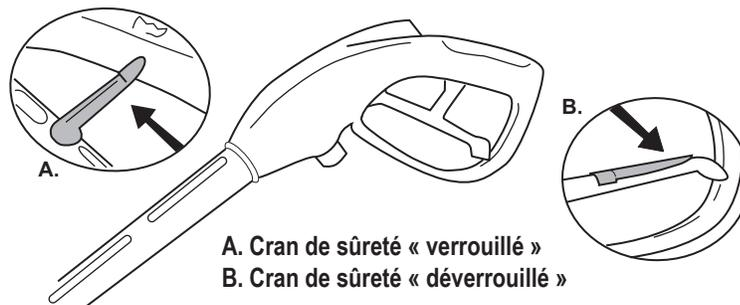

Fig. 3
3. Déverrouillez le cran de sûreté, si celui-ci est verrouillé. (Fig. 3)